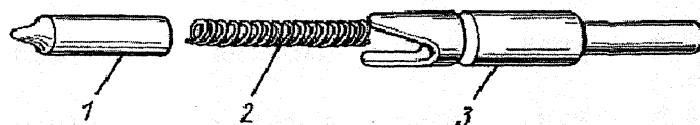

Рис. 95. Сверло для высверливания кольцевых отверстий при снятии межэлементных перемычек:
Сильно поврежденная перемычка должна быть заменена новой, для чего специальным сверлом (рис. 95) высверливают кольцевые отверстия вокруг выводных штырей и снимают перемычку.
- разрезать межэлементные перемычки с помощью ножовки или вы сверлить кольцо в месте соединения перемычки с выводным штырем специальным сверлом (см. рис. 95);